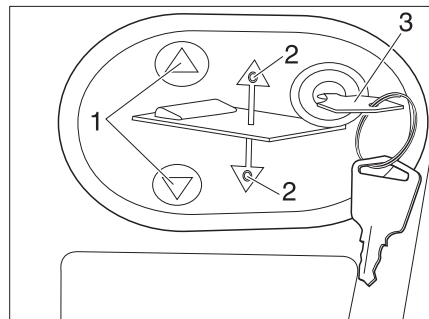

Bild 168 Bedienpanel für elektrisches Hubbett
- Schlüssel (Bild 168,3) in das Bedienpanel stecken.
- Auf Taste (Bild 168,1) drücken und gedrückt halten.
Die jeweilige LED (Bild 168,2) leuchtet und das Hubbett senkt sich bis zur Mittelstellung und bleibt dann stehen.
- Auf Taste  (Bild 168,1) drücken und gedrückt halten. Die jeweilige LED (Bild 168,2) leuchtet und das Hubbett senkt sich ganz nach unten.